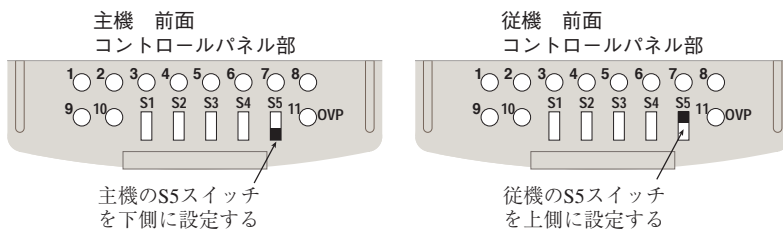

図 4-17 ワンコントロール並列運転のコントロールスイッチの設定
5. 主機および従機のコントロールスイッチ S5 をそれぞれ図 4-17 のように設定します。